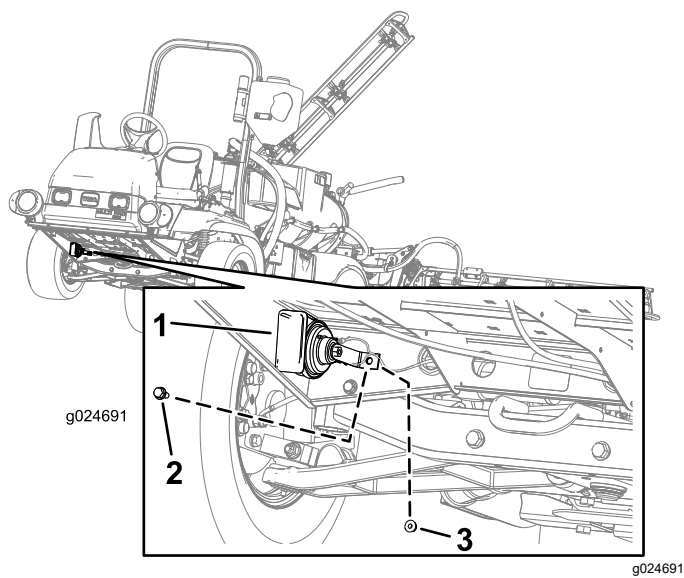

Bild 3
1. Fluchten Sie die Hupe mit dem Loch vorne rechts an der Maschine aus (Bild 3).
2. Stecken Sie die Sechskantschraube (5/16-18 x ¾") durch das Loch der Hupe und des Rahmens der Maschine (Bild 3).
3. Befestigen Sie die Hupe mit der Sechskantschraube (5/16-18 x ¾") und der Bundmutter (5/8-18) an der Maschine, wie in Bild 3 abgebildet.